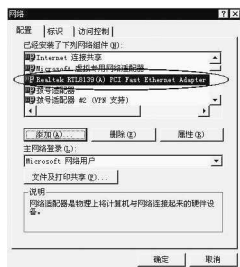

图1 Windows Me中错误的网卡
D-Link公司的DFE-538TX 10/100M自适应网卡, 但系统却认为是Realtek RTL8139(A) PCI以太网卡(图1)。这种情况经常会导致网卡工作不稳定, 甚至使网卡无法正常工作等现象, 但是系统却没有任何错误提示。